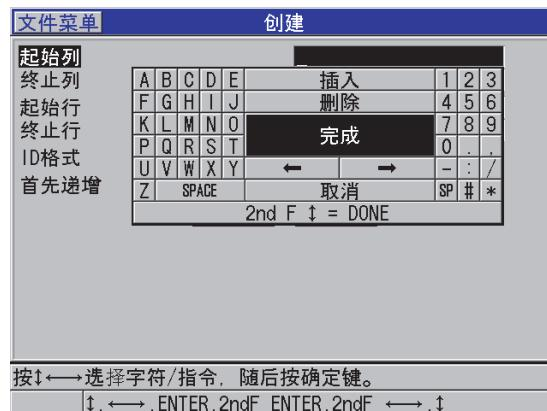

图 11-10 为 2D 栅格数据文件类型配置 ID 范围
3. 在创建屏幕的第二页中 (参见第 180 页的图 11-10):